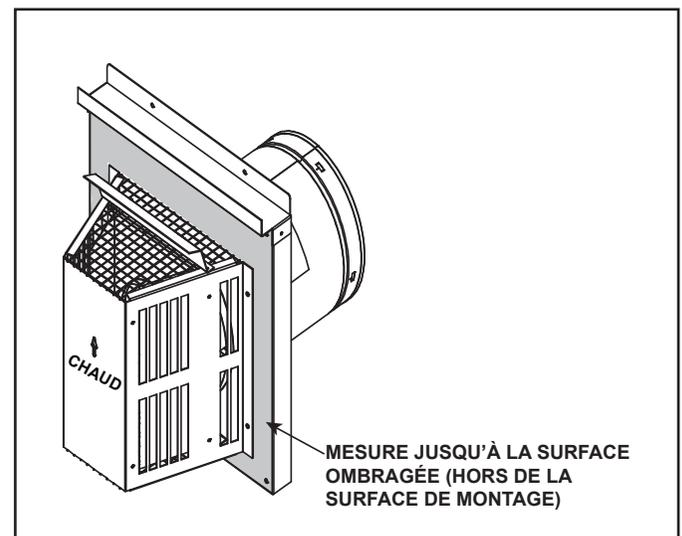

Figure 4.8 Mesure à la surface extérieure de montage
- Le chapeau de l'extrémité horizontale est mesuré par rapport à la face de montage extérieure (bride du chapeau de l'extrémité) (voir figure 4.8).